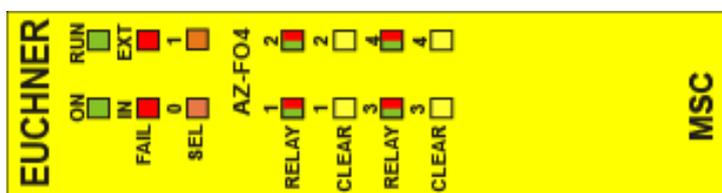

Figura 36:
8.4.9. Módulo AZ-FO4 (Figura 36)